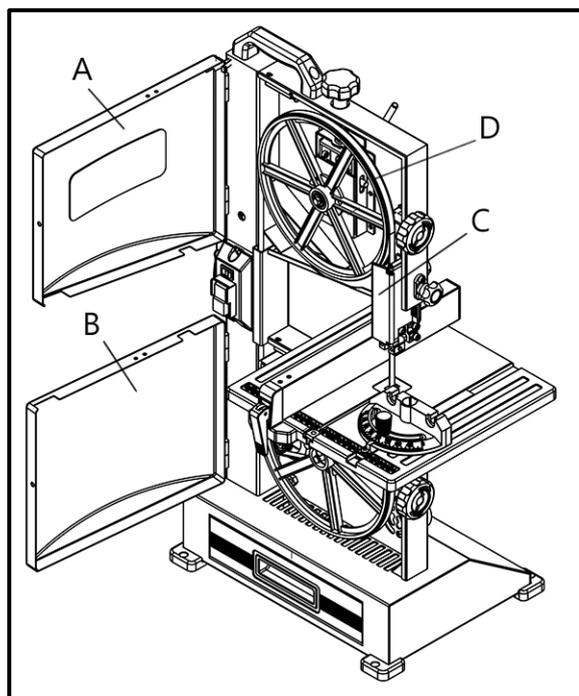
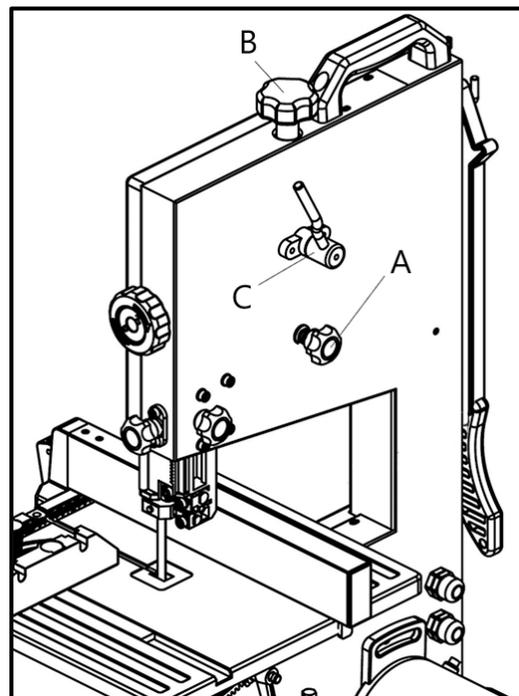

Рисунок 11.
Рисунок 12.
Если пильное полотно не перемещается в центре обрезиненной направляющей, необходимо отрегулировать наклон верхнего маховика D (рис. 11).
Ослабьте ручку блокировки С (рис. 12), вручную поворачивайте верхний маховик D (рис. 11), осторожно, не касаясь пильного полотна. Поворачивайте ручку регулировки А (рис. 12) по часовой стрелке или против часовой стрелки до тех пор, пока пильное полотно не окажется по центру.
После регулировки затяните фиксирующую ручку С (рис. 12) и закройте крышки А и В (рис. 11).
Полностью поднимите верхнюю направляющую пыльного полотна. Принимая во внимание его ширину, вращайте ручку В, чтобы отрегулировать натяжение (рис. 12).
- Откройте верхнюю и нижнюю крышки (рис. 11).
- Ослабьте ручку быстрого доступа С (рис. 12).
- Закройте верхнюю и нижнюю крышки А и В (рис. 11). Закройте крышку верхней направляющей С.